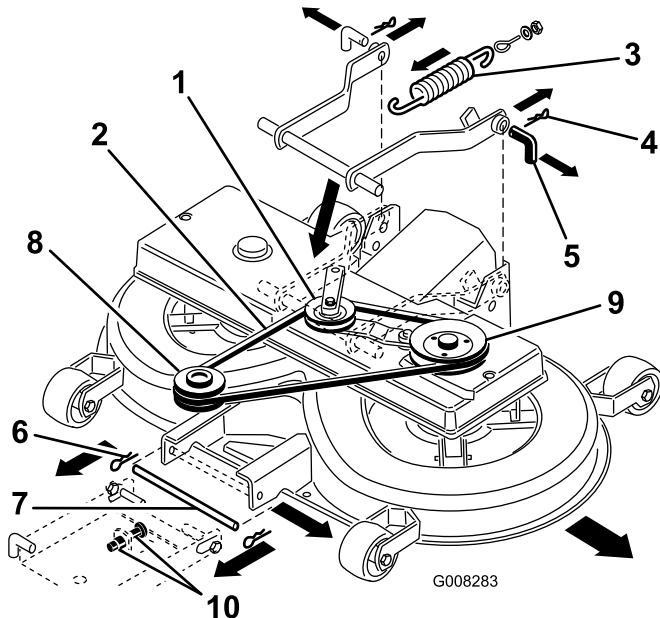

Bild 42
8. Ziehen Sie den Spannarm nach innen. Nehmen Sie den Keilriemen von der Scheibe ab (Bild 42).
9. Nehmen Sie die Feder vom Schalthebel ab (Bild 42).
11. Entfernen Sie die zwei Splintclips von den zwei hinteren Stiften und nehmen Sie die Stifte ab (Bild 42).
12. Entfernen Sie den Splintclip vom vorderen Stift und nehmen Sie den Stift ab (Bild 42).
13. Entfernen Sie den Keilriemen von der Motorscheibe (Bild 42).
7. Drehen Sie den unteren Stift der Einstellung für die vordere Aufhängung in die untere Stellung der geschlitzten Löcher. Stellen Sie hierfür die 2 Muttern (M12) an der vorderen Aufhängung ein (Bild 42).